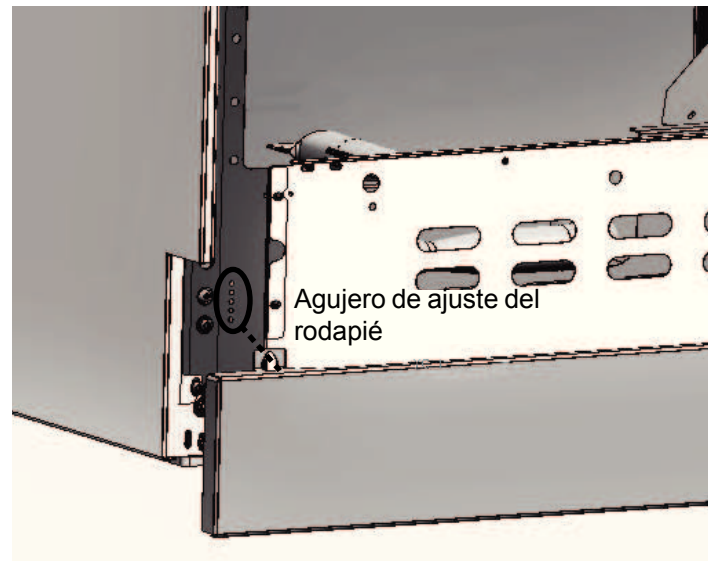

Figura 25: Ajuste del rodapié
3. Coloque el rodapié en una de las cinco posiciones de los agujeros para los tornillos, como se ve en la *Figura 25*. Reinstale los tornillos Torx.